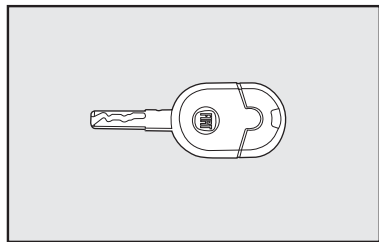

fig. 1
## CHAVES - fig. 1
- Duas chaves **fig. 1**
A chave **fig. 1** de uso normal no veículo é usada para:
A chave de ignição tem predisposição para instalação de telecomando a distância **fig. 1**.